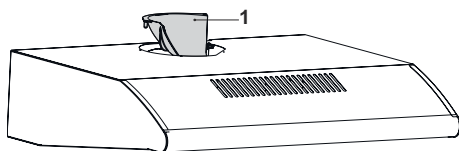

Fig. 17
3. ➔ Ta bort luftflödesfästet i fläkten. Fig. 17.